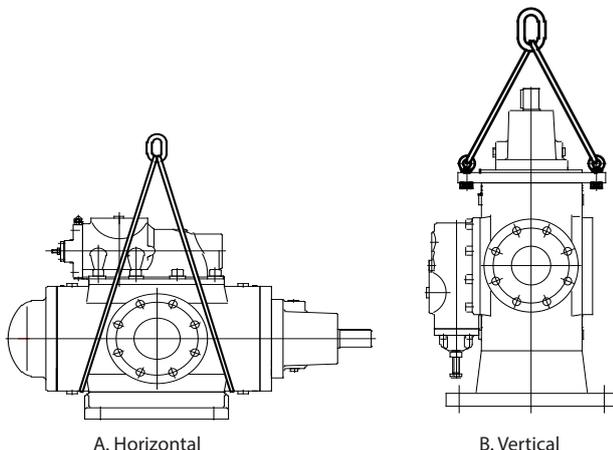

Figura 3.1 Elevação do cabeçote da bomba
2. Ao elevar a bomba, prenda os ganchos de elevação nos flanges de saída, como visto na Figura 3.1.